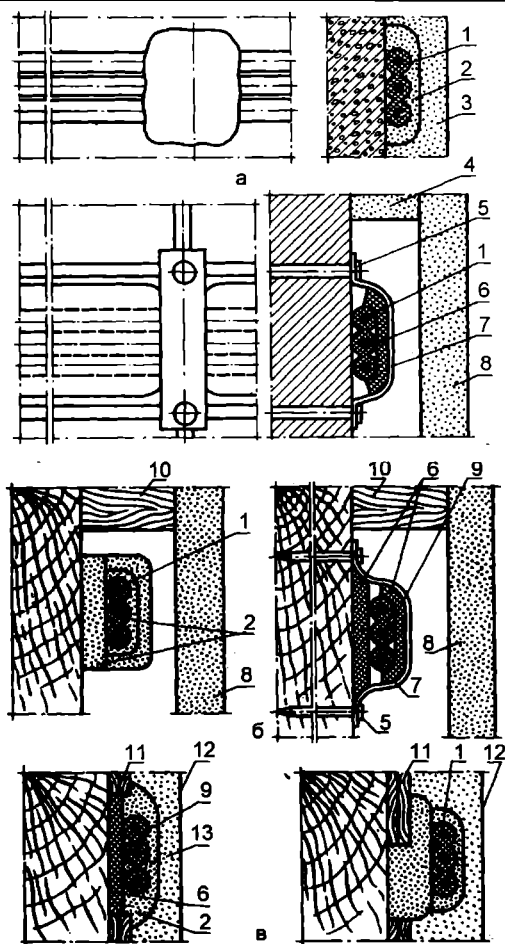

Рис. 11. Скрытая прокладка проводов:
**Прокладка по несгораемым основаниям.** В жилых зданиях допускается несменяемая скрытая прокладка проводов АППВ, АПН, АППВС непосредственно по панелям несгораемых конструкций – под штукатуркой, в бороздах стен, в швах между панелями перекрытий и т. п., а также непосредственно под слоем мокрой штукатурки в толще основания или в сплошном слое алебастрового намета (рис. 11 а).
По деревянным основаниям, покрываемым сухой штукатуркой, провода заделывают сплошным слоем алебастрового намета или между двумя слоями листового алебастра (рис. 11 б).